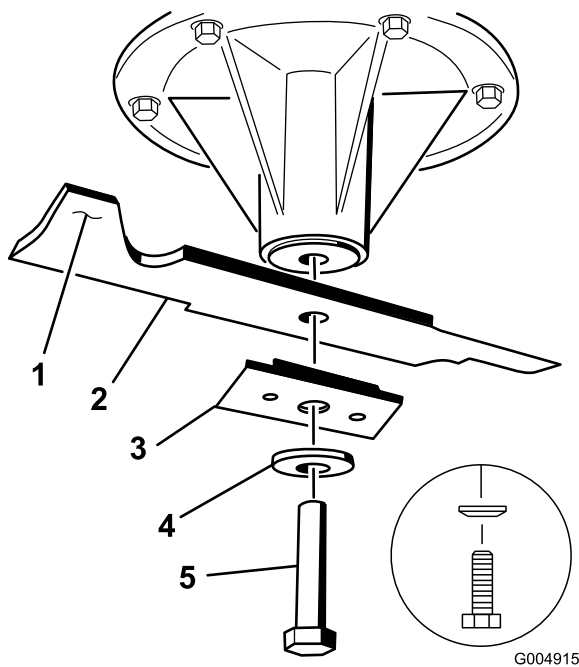

Figure 61
3. Pour les plateaux de coupe de 36 et 52 pouces, enlevez le boulon de lame, la rondelle bombée, le renfort de lame et la lame de l'axe de pivot (Figure 61).
3. Sur les plateaux de coupe de 36 et 52 pouces, montez la lame, le renfort, la rondelle bombée et le boulon de lame (Figure 61).